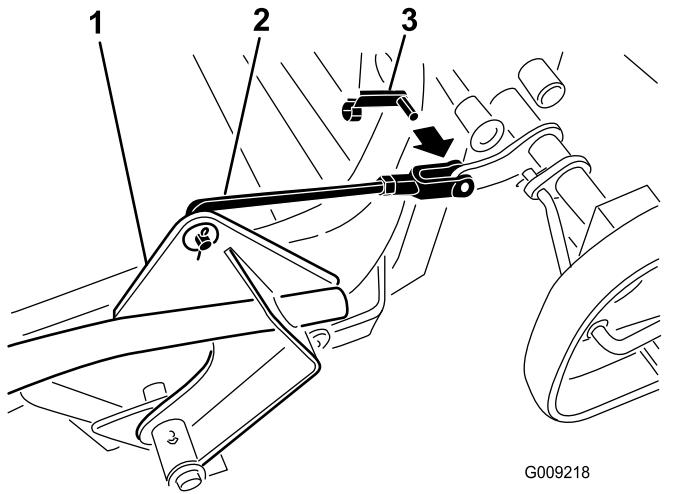

Figure 11
1. Enlevez l'axe de chape élastique du système de ramassage (voir Figure 11).
6. Faites pivoter la tringlerie de la poignée du système de ramassage vers le haut et fixez-la avec un axe de chape élastique (Figure 11).